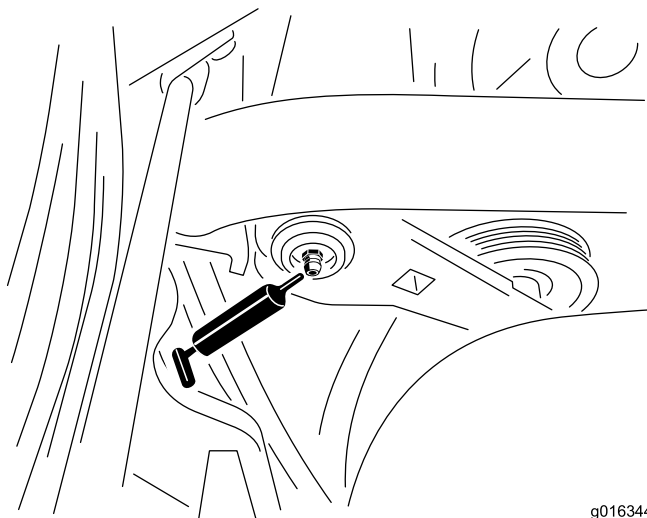

Рисунок 30
1. Тщательно протрите масленку, чтобы посторонние вещества не могли попасть в подшипник или втулку (**Рисунок 30**).